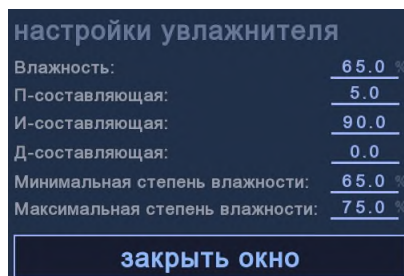

Рисунок 16 – Окно параметров «Увлажнитель»
- *Увлажнитель* – в данном окне (рисунок 16) можно задать минимальное значение степени увлажнения (осушения) параметром «Мин. влажность», максимальное значение степени увлажнения (осушения) параметром «Макс. влажность», а также настроить П, И и Д составляющие для настройки ПИД-регулятора (подробно о том, как настроить ПИД-регулятор указано в пункте 1.4). Увлажнитель в зависимости от технического задания может работать как на увлажнение, так и на осушение (в обоих случаях регулирование осуществляется по показаниям датчика влажности).